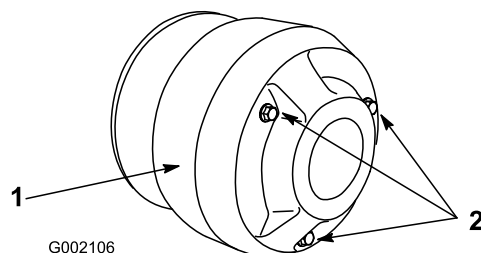

Figure 46
- Retirez les trois boulons de fixation du couvercle de l'embrayage et déposez le couvercle (Figure 46).